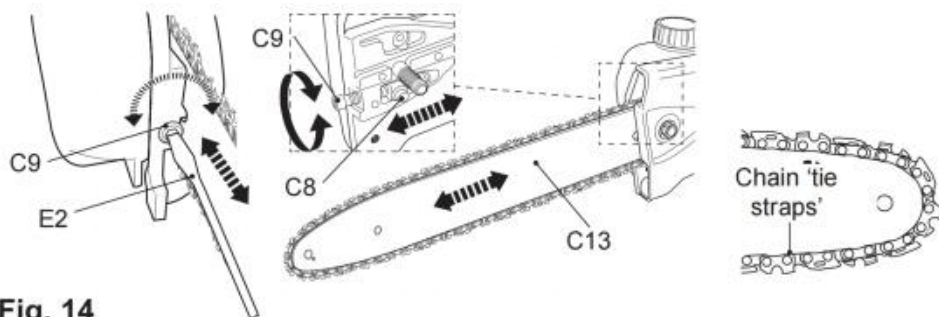

Fig. 14
3) Vissez la vis de tension (C9) dans le sens horaire ou antihoraire pour ajuster la goupille de tension (C8) / barre de guidage (C13) jusqu'à ce que les sangles de fixation de la chaîne touchent juste le bord inférieur de la barre de guidage (Fig. 14).